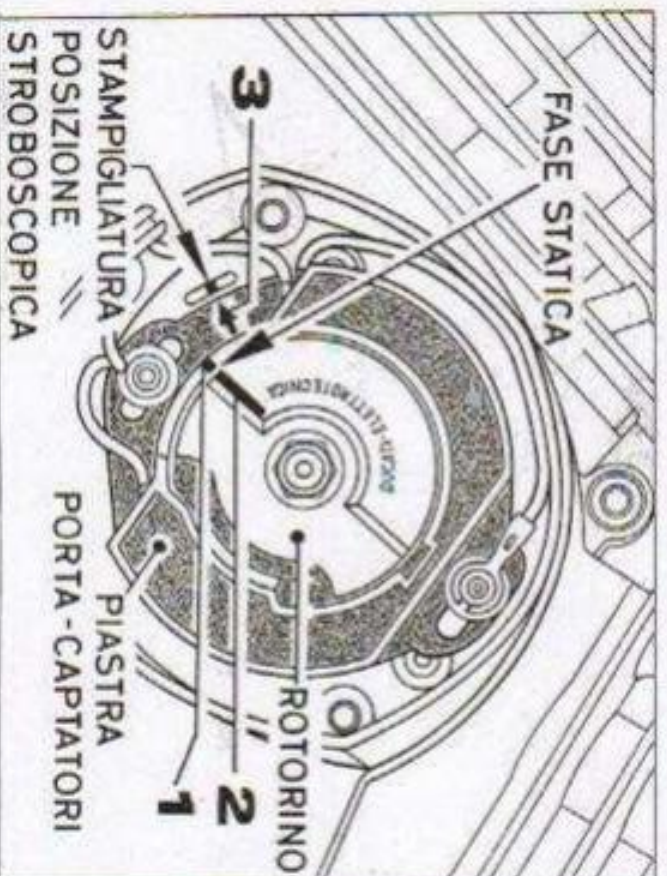
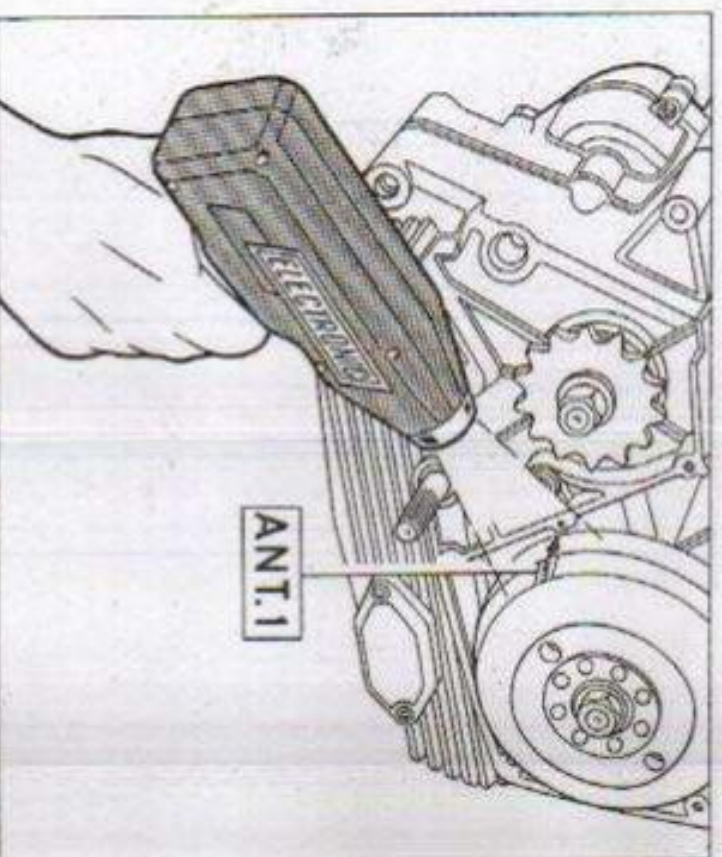

Fig. 14
Fig. 15
- 3 - Controllare con la luce della pistola stroboscopica la fase dei riferimenti sul volante (fig. 15). Qualora la freccia sul volante non corrisponda alla tacca sul carter agire sulla piastrina porta captatori con piccoli spostamenti (fig. 14).
- 4 - Ad azzeramento avvenuto, stampigliare sulla tacca del coperchio in direzione della freccia (punto 3) posta sulla piastrina captatori, il nuovo riferimento (fig. 14).
- 2 - Agire sulla piastrina porta captatori ruotandola fino a porre la tacca sulla piastrina (punto 1) in corrispondenza di quella sul rotorino (punto 2) (fig. 14) poi fissare la piastrina.